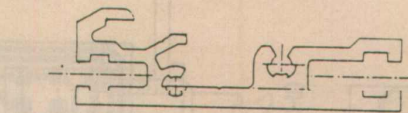

Figure 4
Les figures 4, 5 et 6 résolvent bien des problèmes. En 4, il est donné un rappel du profilé ACE, en 5 le dessin d'un verrou, et en 6 le mode d'assemblage : deux écrous respectivement de 3 et 4 sont prisonniers entre la face avant et le verrou. Ils serviront à tenir la face arrière, fixée alors par deux vis latérales.
- 1 - FAR · Brd 1, cx, fig. 4 n° 534.
- 2 - Brd1 · J2, fig. 4 n° 534.
- 4 - Brd1 · JÉ (phantom), fig. 4 n° 534.